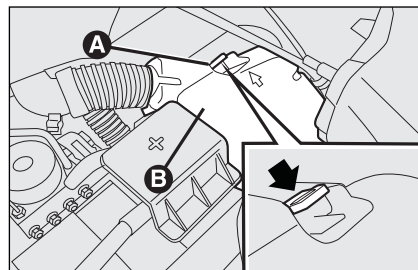

fig. 48
- ☐ haak de lip **A**-fig. 48 los en verwijder het beschermdeksel **B** van de zekeringenkast;